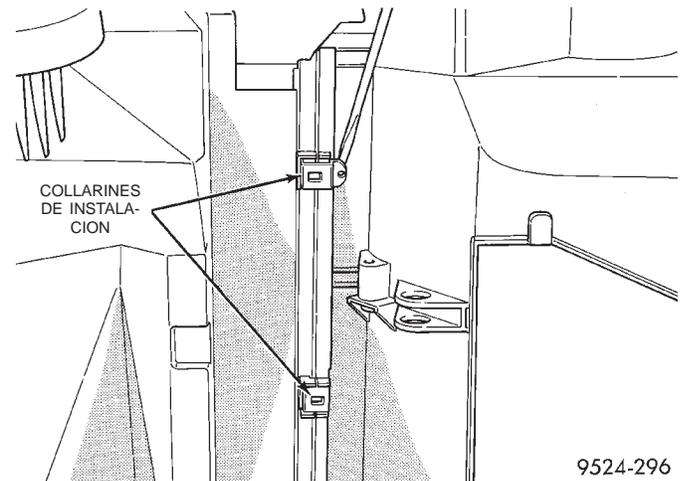

Fig. 87 Collarines de la caja
(17) Retire los collarines que retienen la caja del evaporador a la caja de calefactor/distribución (Fig. 87).